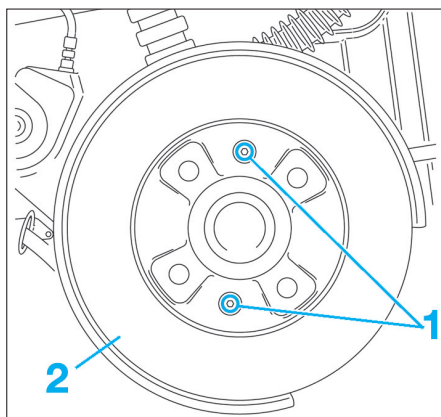

FIG. 14
- Déposer les vis de fixation (1) du disque sur le moyeu (Fig.14).
- Déposer le disque (2).